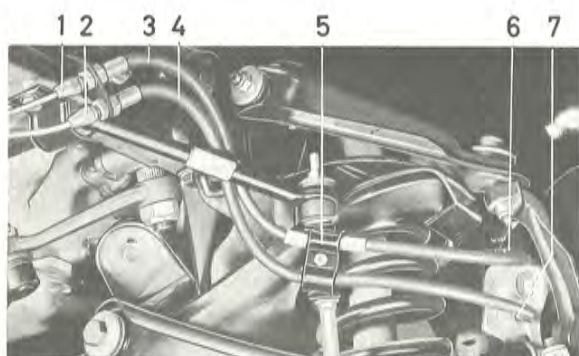

Bild 19. Främre bromsslangars dragning
4. Montera fästskruvar för krängningshämmare. Anslut bromsslangarna enligt bild 19. Kontrollera noggrant slangarnas läge och justera vid behov.
3. Demontera klämman (5, bild 19). Lossa anslutningen (2) och nedre slangen (4) från konsolen. Sätt skyddskåpan på bromsledningarna för att förhindra onödigt läckage. Lossa anslutningen (6) för övre slangen från bromsen.
7. Montera slangarna och deras anslutningar och styrklämma som bild 19 visar. Det är viktigt att slangarna monteras på detta sätt, utan förspänning och med avlastade länkar.